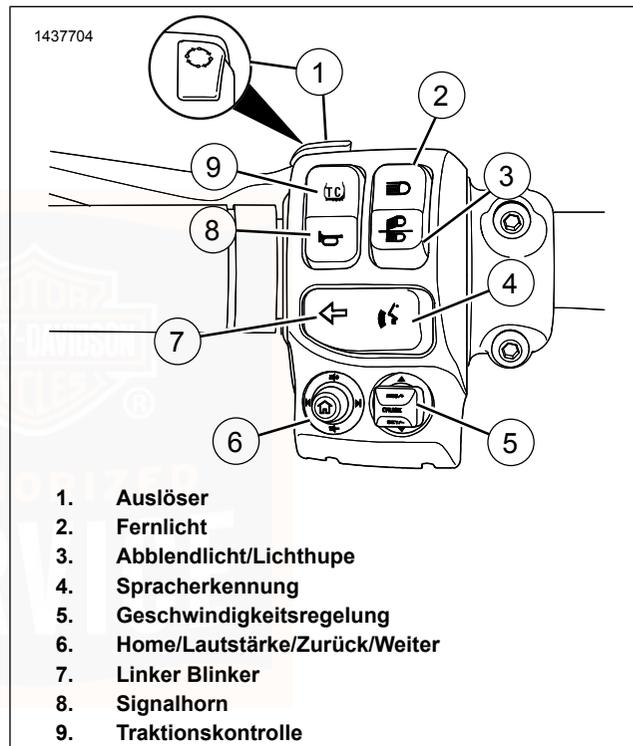

Abbildung 31. Linkes Schaltermodul (typisch)
Siehe Abbildung 31. **Fahrzeug aus:** Den Triggerschalter (1) drücken, um auf dem Kilometerzähler die Gesamtlauflistung anzuzeigen.
Siehe Abbildung 31. Den Fernlichtschalter (2) drücken, um das Fernlicht einzuschalten. Das Aufleuchten der blauen Kontrollleuchte für Scheinwerfer-Fernlicht zeigt an, dass das Fernlicht betätigt ist. Siehe Tabelle 27.
Abblendlicht: Siehe Abbildung 31. Den unteren Teil des Schalters (3) drücken, um das Abblendlicht einzuschalten.
Siehe Abbildung 31. Der Spracherkennungsschalter (4) aktiviert bei entsprechend ausgestatteten Fahrzeugen die Spracherkennungsfunktionen. Bei angeschlossener Sprechgarnitur den Sprachsteuerungsschalter drücken. Das Radio zeigt eine Liste der verfügbaren Befehle. Sprechen Sie
Siehe Abbildung 31. Der Schalter der Geschwindigkeitsregelung „CRUISE/SET/RESUME“ (5) regelt automatisch die Geschwindigkeit des Fahrzeugs. Siehe Geschwindigkeitsregelung (Seite 110) bezüglich detaillierter Bedienungsanweisungen. Siehe Tabelle 27
Siehe Abbildung 31. Mit der Fünfwege-Taste HOME/LAUTSTÄRKE/ZURÜCK/WEITER (6) können bei entsprechend ausgestatteten Fahrzeugen Radiofunktionen bedient werden. Siehe BOOM! BOX BEDIENUNGSANLEITUNG.
Aktivieren: Siehe Abbildung 31. Den linken Blinkerschalter (7) drücken, um den linken Blinker zu aktivieren. Siehe Tabelle 27.
Siehe Abbildung 31. Das Signalhorn wird über den Signalhornscharter (8) betätigt. Das Signalhorn kann bis zu 10 Sekunden lang ertönen. Drückt man den Signalhornscharter länger, schaltet sich das Signalhorn automatisch ab. Siehe Tabelle 27.
Siehe Abbildung 31. Der Schalter für die Traktionskontrolle (9) aktiviert und deaktiviert das Traktionskontrollsystem. Siehe Tabelle 27.
Der Triggerschalter befindet sich vorn am linken Lenkerbedienungsselement. Siehe Abbildung 31 .